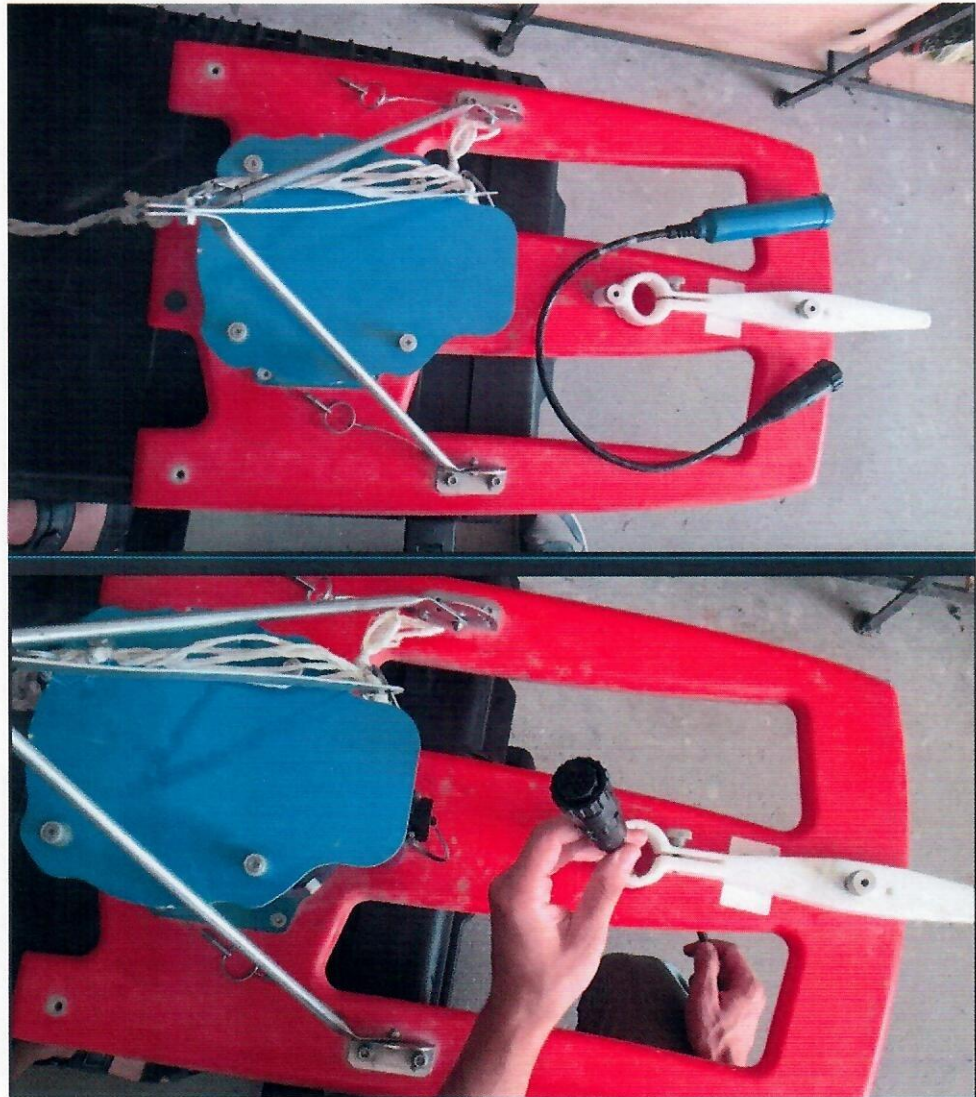

Fig. 2
- a) Atașați dispozitivului pentru fixarea Senzorului la plutitor utilizând șuruburile de prindere, dacă montați brațul în poziția în trup, fixați Senzorului(ADCP) cu șurubul frontal. Acest lucru ajută la echilibrarea Senzorului(ADCP), (fig. 2).